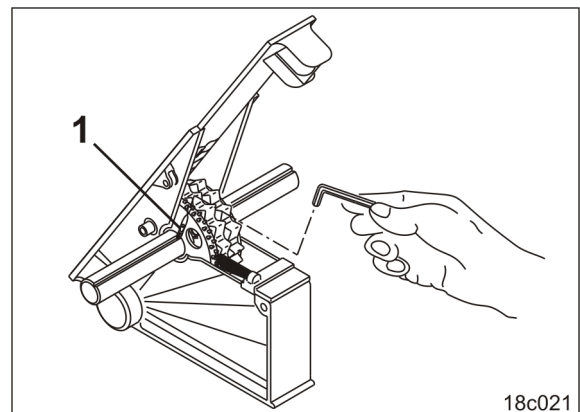

Рис. 247
3. Відпустіть гвинти із внутрішніми шестигранниками (Рис. 247/1) нових висівальних катушок технологічної колії, щоб нові висівальні катушки технологічної колії могли вільно обертатися на висівальному валу.